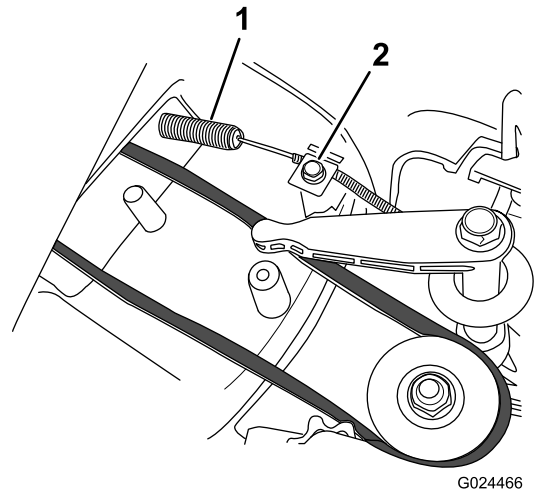

图32
2. 安装新的刀片制动拉线但不要将剪草机壳体顶部的拉线夹拧的过紧 图32。